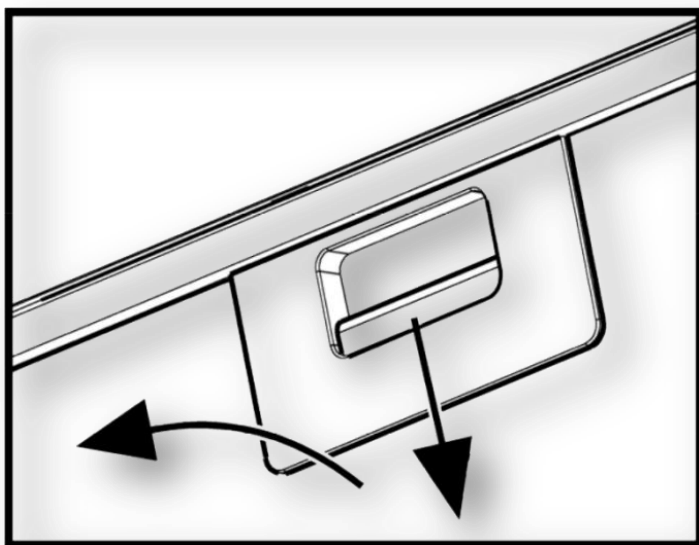

Fig. 6.2
7.10 Pour la dépose du filtre d'aluminium (**fig. 6.2**) Il fut appuyer sur le loquet à ressort et, ayant tiré pour lui-même et en bas, déposer le filtre du panneau. L'installation du filtre accomplir dans l'ordre inverse.